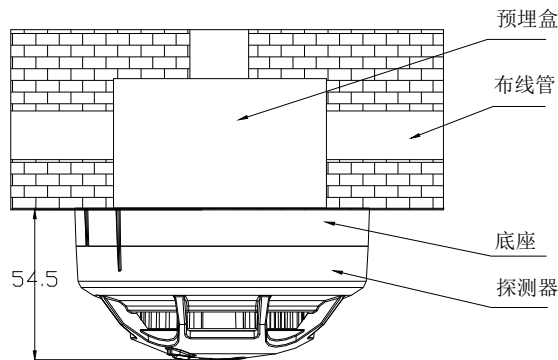

图 2 探测器安装示意图
1. 探测器安装方式如图 2 所示，预埋盒采用 86H50 型标准预埋盒。